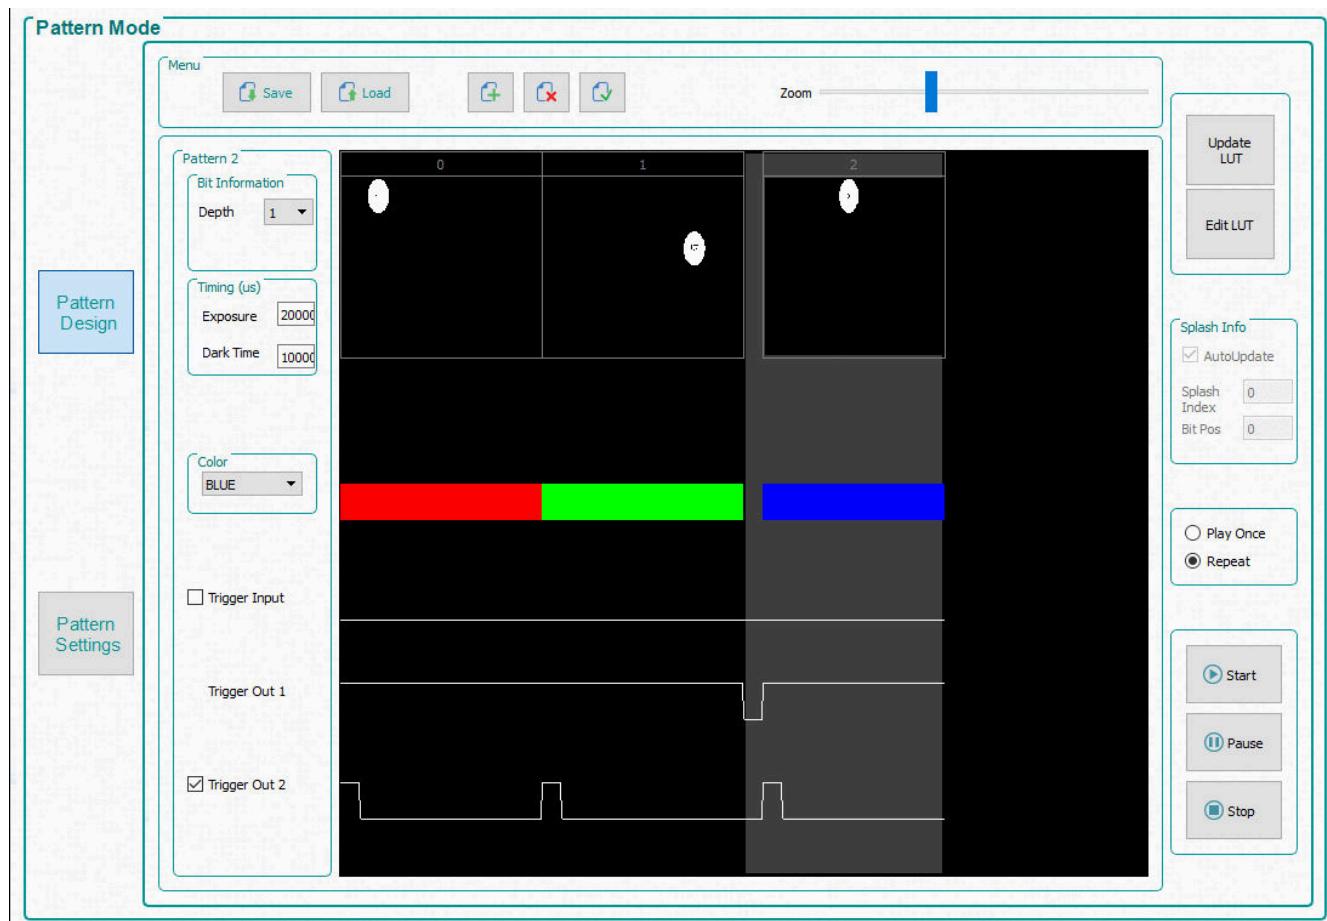

图 6-2. 简单的三个图案序列
在接下来的三个步骤中，所选图案由浅灰色选择区域表示。请参阅图 6-2，其中显示了所选的第三个图形（图形 2）。
5. 选择第三个图形（图形 2），并选择位深度 1。将曝光时间设置为 200,000 μ s，将黑暗时间设置为 100,000 μ s，并将颜色选择为 **Blue**（蓝色）。图 6-2 显示了图案序列。